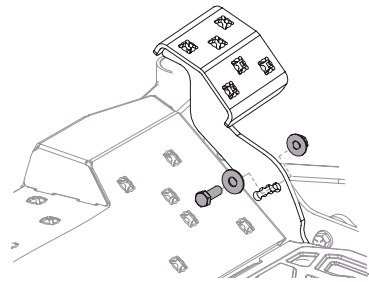

Figura 41
2. Retire el perno hexagonal, la arandela y la tuerca hexagonal cerca del centro del conjunto del pedal (Figura 41).
4. Vuelva a instalar el hardware que retiró anteriormente y apriete la tuerca a 28-35 pies-libras (38-47 N-m) (Figura 41).